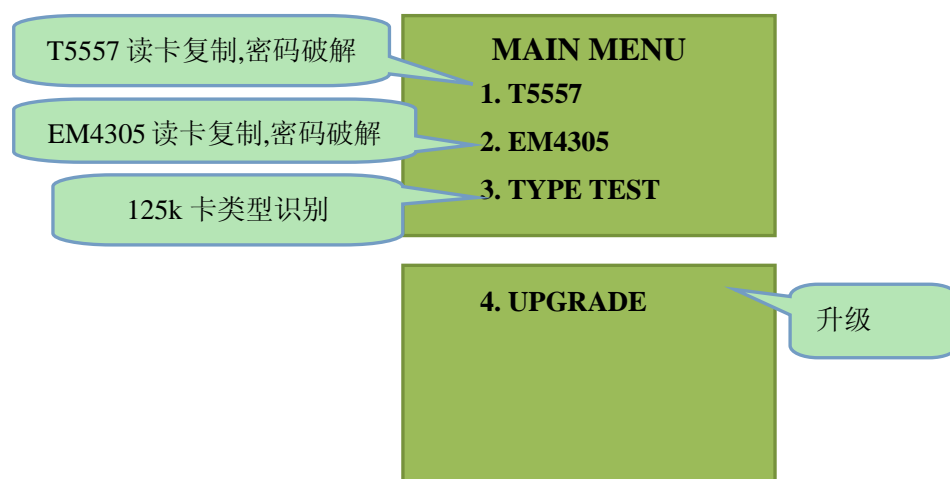

图 2.2.1 主菜单
**第一步:** 正确连接电源后, 打开侧面的电源开关, 屏幕被点亮, 出现主菜单界面, 进入“图 2.2.1”所示界面。通过按三次移动键“▼”可切换至菜单第二屏。
**第一步：**正确连接电源后，打开侧面的电源开关。屏幕被点亮，出现主菜单界面。进入“图 2.2.1”所示界面，通过按三次移动键“▼”可切换至菜单第二屏。